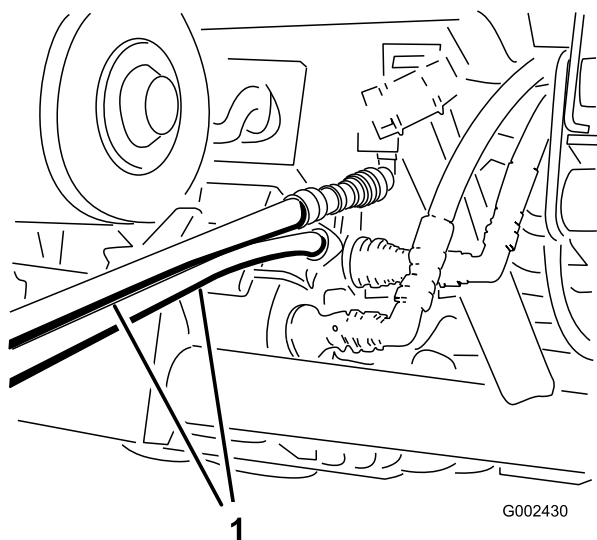

Figura 81
4. En el otro vehículo, conecte los dos manguitos al acoplamiento que permanece todavía en el soporte de acoplamiento (conecte el manguito superior al acoplamiento superior y el manguito inferior al acoplamiento inferior) (Figura 81). Tapone los acoplamientos no utilizados.